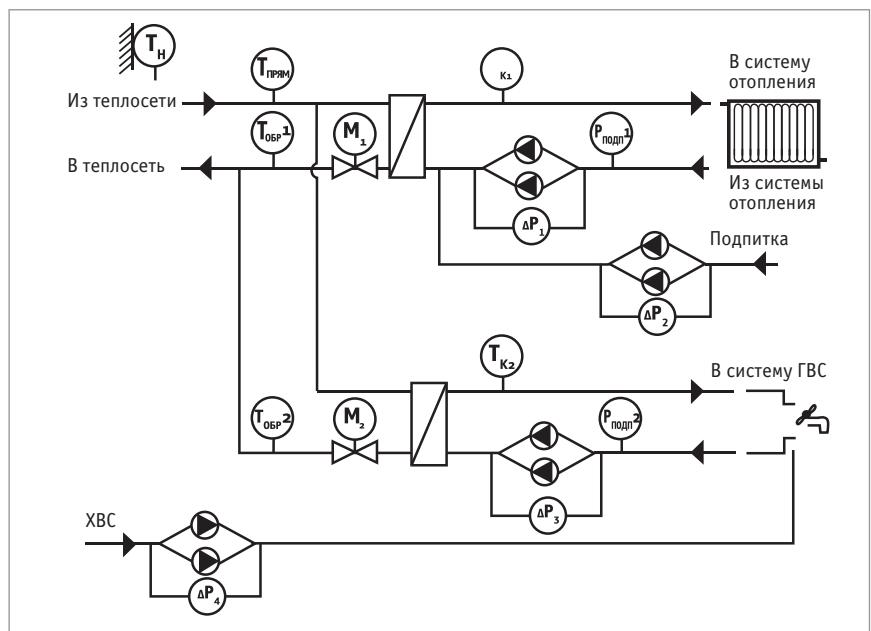

Рис. 2. Два независимых контура: ГВС с циркуляционными насосами + отопление с циркуляционными насосами и подпиткой + ХВС (схема 5).
- » схема 5, два независимых контура: ГВС с циркуляционными насосами + отопление с циркуляционными насосами и подпиткой + ХВС (рис. 2).